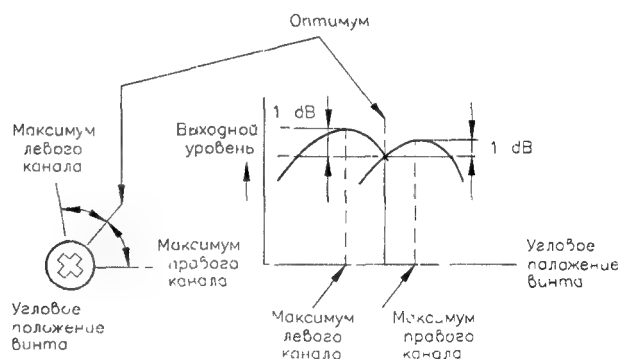

Рис. 4.24. Установка положения регулировочных винтов магнитных головок
2. С помощью регулировочных винтов добиться максимальных величин выходных уровней каналов в контрольных точках. Если максимумы не совпадают (рис. 4.24), то установить регулировочные винты в среднее положение, когда снижение выходного уровня относительно максимального значения не превышает 1 дБ.